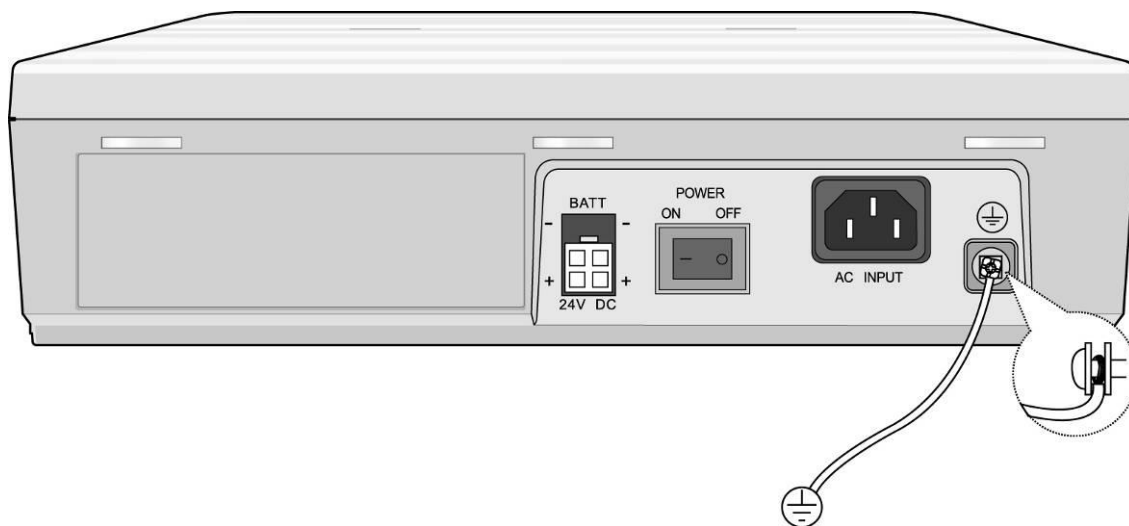

Рис. 3.2.5 Заземление корпуса
1. Вставьте заземляющий провод как показано на рис. 3.2.5.